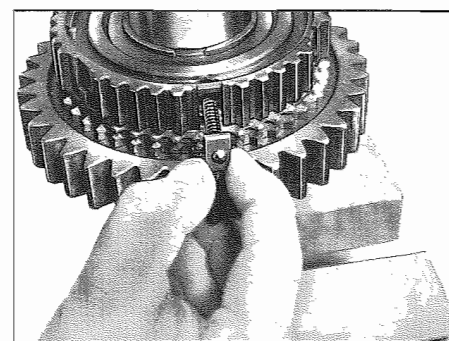

Fig. 26 - Inserimento dei gruppi
- Inserire nei fori del mozzo sincronizzatore i gruppi così formati per prime le molle, e fissare con grasso (Fig. 26).
- Place glued parts with compression springs first into bores of synchronizer (Fig. 26) and attach with grease.